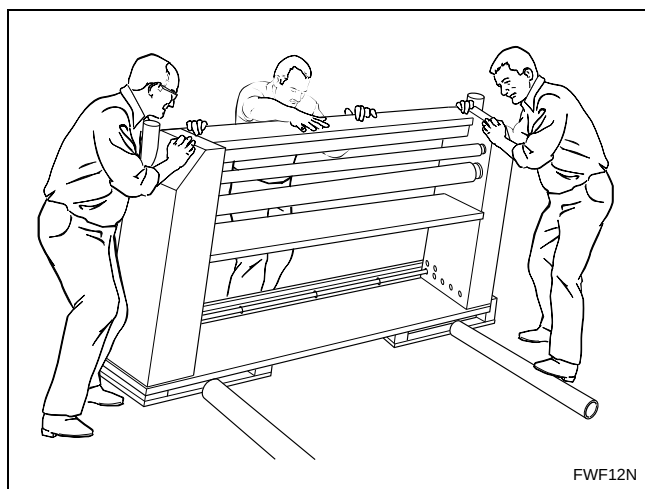

Figura 6
5. Coloque dois roletes no chão, perto da calandra. Consulte a Figura 6.
7. Desça a calandra lentamente para fora da plataforma e para cima dos dois primeiros roletes, tendo cuidado para manter o aparelho nivelado. Consulte a *Figura 6*.